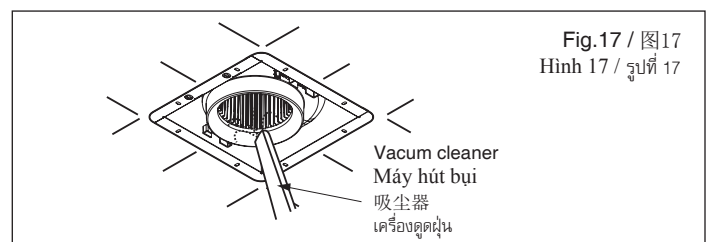
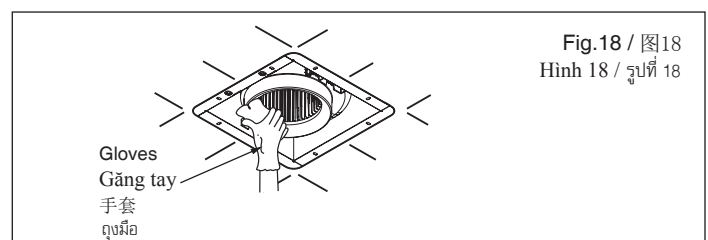

Fig.17 / 图17
Fig.18 / 图18
- ③ Clean the dirt of blades with vacuum cleaner. (Fig.17)
- ③ Dùng máy hút bụi để vệ sinh chất bẩn bám vào cánh quạt. (Hình 17)
- ③ 使用吸尘器清除扇叶上的污物 (图17)。
- ③ ทำความสะอาดใบพัดลมด้วยเครื่องดูดฝุ่น (รูปที่ 17)
- ④ Wipe the dust off the fan body with a soft cloth moistened with kitchen detergent, and then clear it with a clean soft cloth. (Fig.18)
- ④ Dùng vải mềm thấm ẩm chất tẩy rửa dùng trong bếp để lau sạch bụi trên thân quạt và sau đó lau bằng vải mềm sạch. (Hình 18)
- ④ 使用软布沾上厨房用洗涤剂后擦掉扇叶上的污物，再用干净软布擦净 (图18)。
- ④ เช็ดฝุ่นออกจากตัวเรือนพัดลมด้วยผ้านุ่มชุบน้ำยาทำความสะอาดห้องครัว แล้วเช็ดออกด้วยผ้านุ่มที่สะอาด (รูปที่ 18)